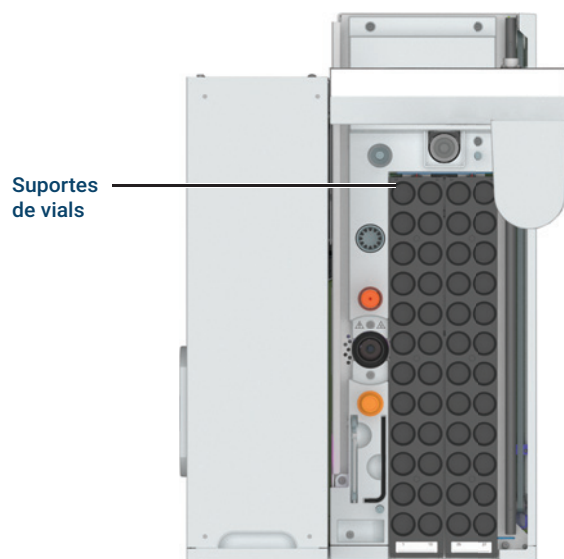

Figura 12. Posições do vial da bandeja (mostrada bandeja de 48 vials, a bandeja de 120 vials é similar)
- 2 Coloque os vials tampados na bandeja como desejado. Consulte **Figura 12**.